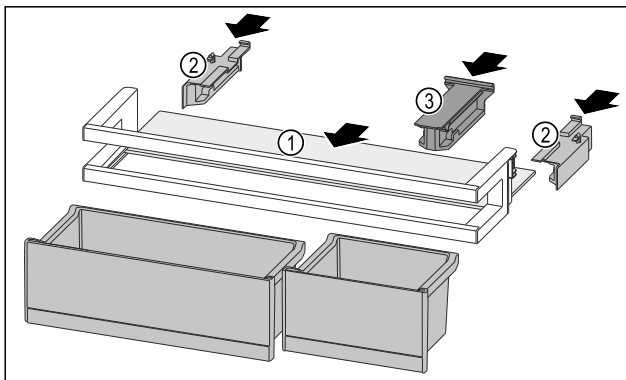

Fig. 280
- ▶ Abstellfläche Fig. 280 (1) in die seitlichen Aussparungen einschieben.
- ▶ Seitenteile Fig. 280 (2) einsetzen.
- ▶ Halteteil Fig. 280 (3) einsetzen.